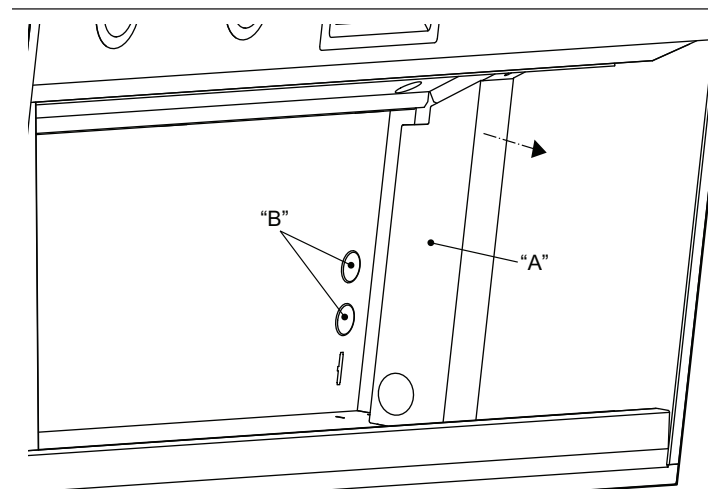

Figure 19 : Passe-câbles de la boîte de connexion
1. Enlevez la plaque de la boîte de connexion qui couvre les fils (*Figure 19*, "A").
2. Enlevez les entrées défonçables circulaires derrière la boîte de connexion (*Figure 19*, "B").